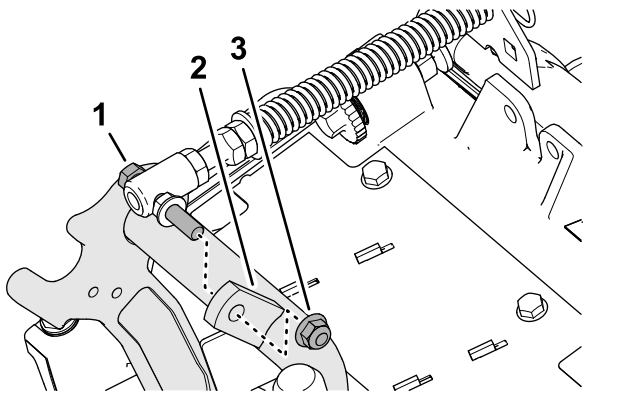

図 18
- 3. ターフ補正スプリングのキャップスクリューをキャリアフレームの右側タブに固定しているフランジロックナット $\frac{3}{8}$ "を外して、補正スプリングをカッティングユニットから外す 図 18。